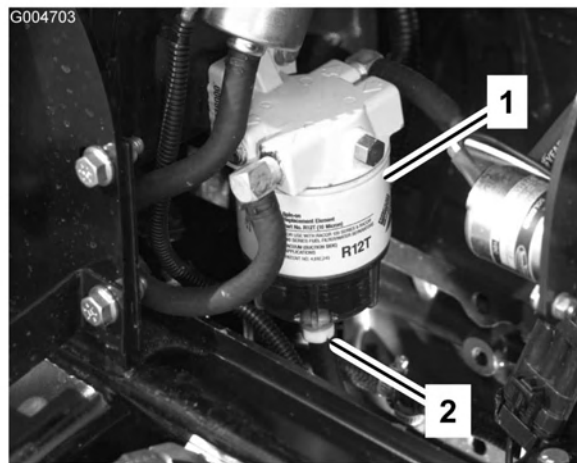

Bild 51
Entleeren Sie Wasser und andere Fremdstoffe täglich aus dem Wasserabscheider (Bild 51).
2. Lösen Sie die Ablassschraube an der Unterseite der Filterglocke (Bild 51). Ziehen Sie anschließend die Schraube wieder fest.